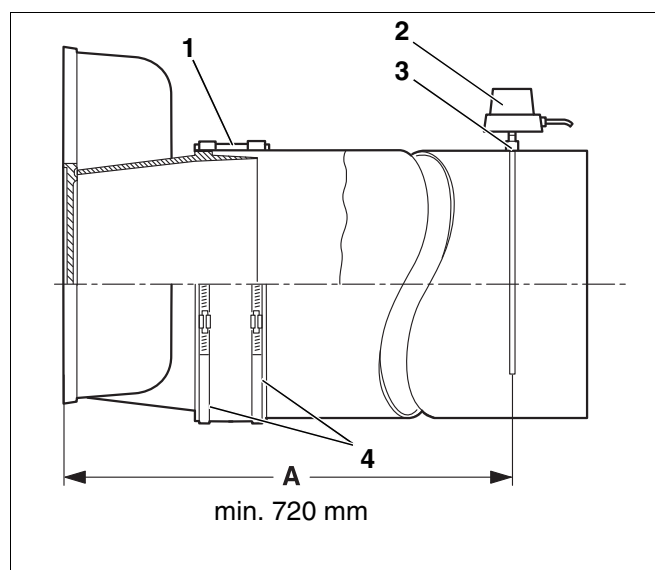

Fig. 29 Montaggio del tubo fumi
Vi consigliamo di utilizzare un manicotto di tenuta tubo fumi (fig. 29, [1]).
- Mettere le fascette a vite senza fine (fig. 29, [4]) sopra il manicotto di tenuta del tubo di scarico fumi. Una delle fascette a vite senza fine deve stringere sul tronchetto fumi l'altra fascetta sul tubo fumi.
- Saldare il manicotto (fig. 29, [3]) nel tubo dei gas combusti ad una distanza dal tronchetto dei fumi pari a 2 volte il diametro del tubo dei gas combusti (A), min. 720 mm.
- Montare la sonda di temperatura fumi (fig. 29, [2]) in modo conforme alle sue specifiche istruzioni di montaggio.